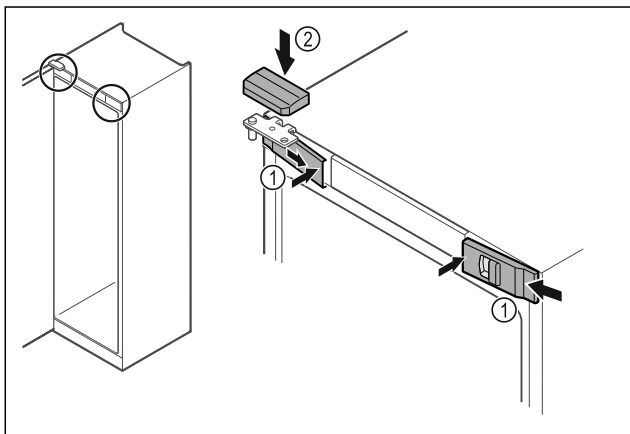

Fig. 37
- Зацепите сбоку и защелкните передние крышки Fig. 37 (1) с внутренней стороны.
- Защелкните верхнюю крышку Fig. 37 (2) сверху.